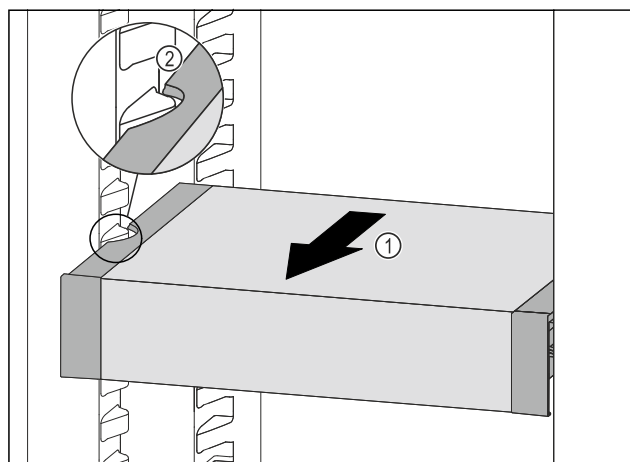

Fig. 142
- Træk VarioSafe fremefter Fig. 142 (1), indtil udsparringerne i siden på VarioSafe er på niveau med beholderribben i kølesektionen. Fig. 142 (2)